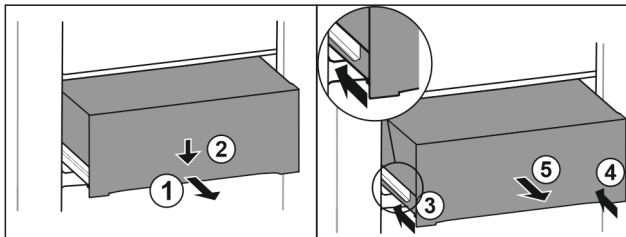

Fig. 104
- ▶ Extrageți pe jumătate sertarul. Fig. 104 (1)
- ▶ Apăsați în jos sertarul pe partea frontală. Fig. 104 (2)
- ▶ Inșerați șina stângă aproximativ 2 cm. Fig. 104 (3)
- ▶ Inșerați șina dreaptă aproximativ 2 cm. Fig. 104 (4)
- ▶ Extrageți sertarul spre înainte. Fig. 104 (5)